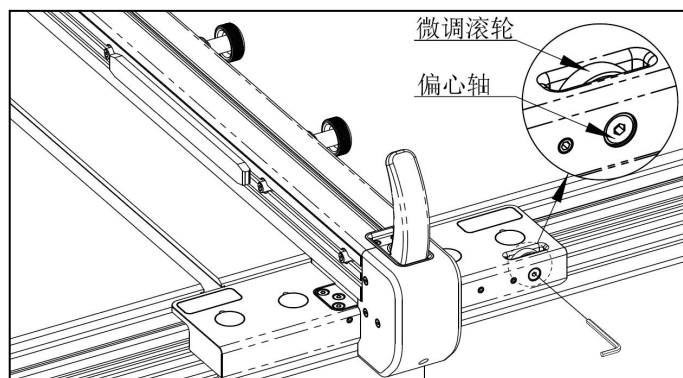

图 6-25
- (8) 调整微调滚轮。使用 4mm 六角扳手左右旋转偏心轴，直至可以用手轻松搓动微调滚轮，带动靠山组件移动，且不打滑即可，如图 6-25。